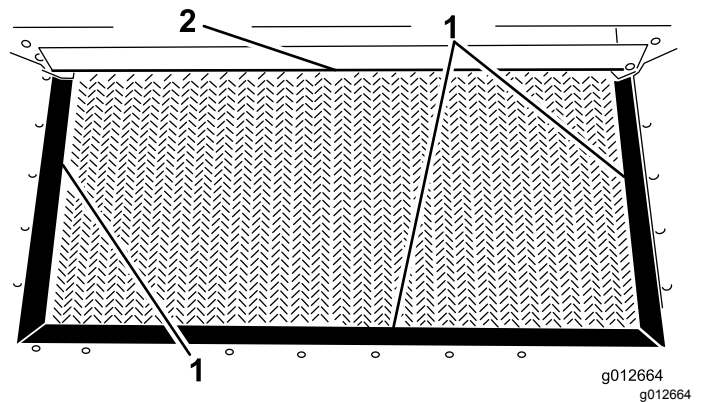

Figura 22
3. Inspeccione las juntas de la tolva y el borde de la compuerta por si presentan desgaste o desperfectos (Figura 22).